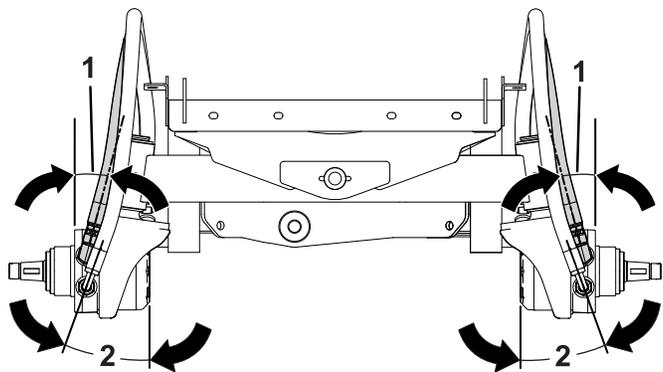

Figura 5
4. Regolate il raccordo a gomito a 90° ad un'angolazione di 15° come illustrato in Figura 5.
8. Regolate il gomito del flessibile a 90° ad un'angolazione di 20° come illustrato in Figura 5.
Nota: Accertatevi che le angolazioni vengano mantenute come illustrato in Figura 5.